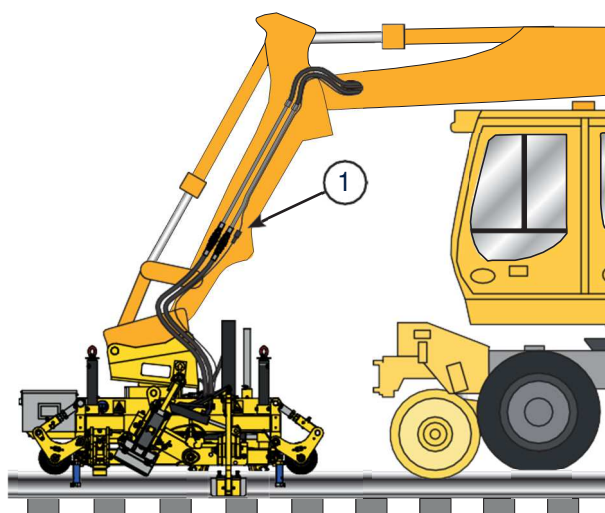

Fig 5.
1. Vissez la grande prise rectangulaire sur le bras du chargeur, près de la fixation de la machine pos 1, Fig 5. Placez le câble le long du bras du chargeur et fixez-le avec des attaches en plastique.